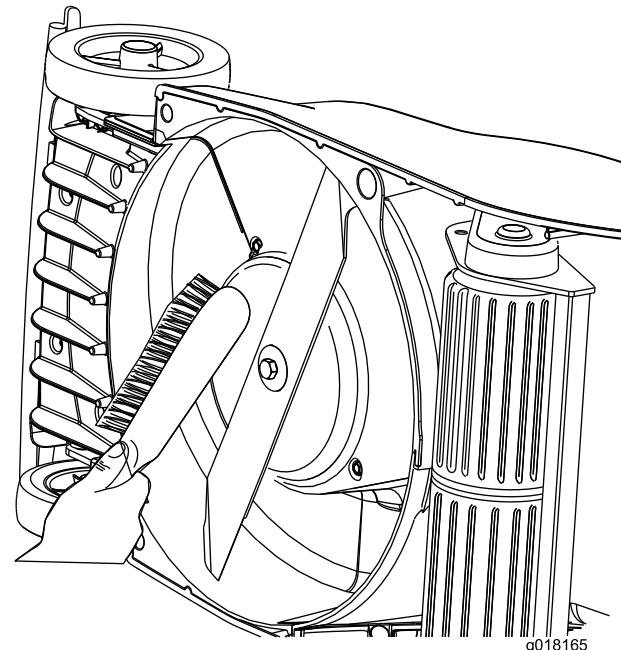

Figura 28
- Retire detritos de relva da parte de cima e de baixo da plataforma imediatamente após a utilização (Figura 28).